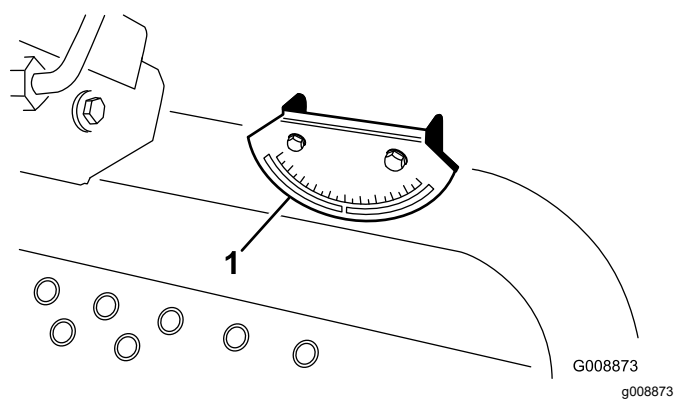

図 5
2. 機体のクロスビーム燃料タンク脇に携帯斜面計付属品を置いて、機体が水平になっていることを確認する図 5。